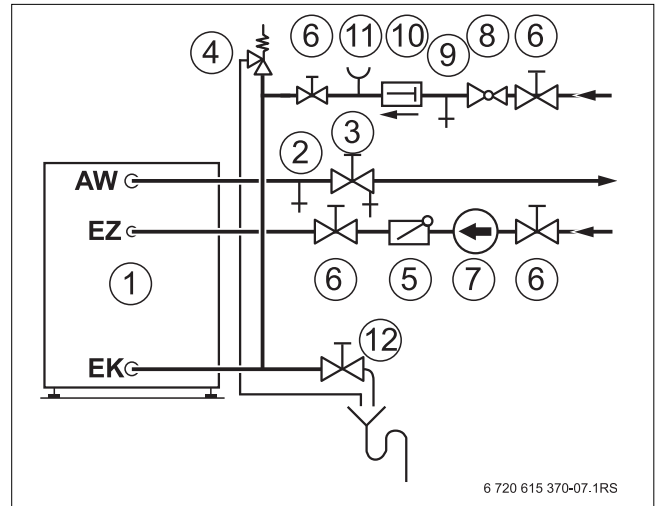

Fig. 7 Instalación (esquema de principio)
- ▶ Cerrar la válvula de corte para la entrada del agua fría EK (→ fig. 7, [6], pág. 6).
- ▶ Vaciar completamente el acumulador de agua caliente a través de la llave de vaciado (→ fig. 7, [12], pág. 6) - incluso hasta su parte más inferior.